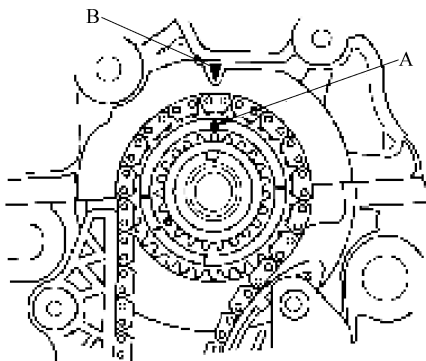

图 2-98 将曲轴置于 TDC 位置
- 1) 将曲轴置于上止点(TDC)位置。将曲轴链轮上的TDC标记(A)与发动机体上的指示标(B)对齐, 见图2-98。